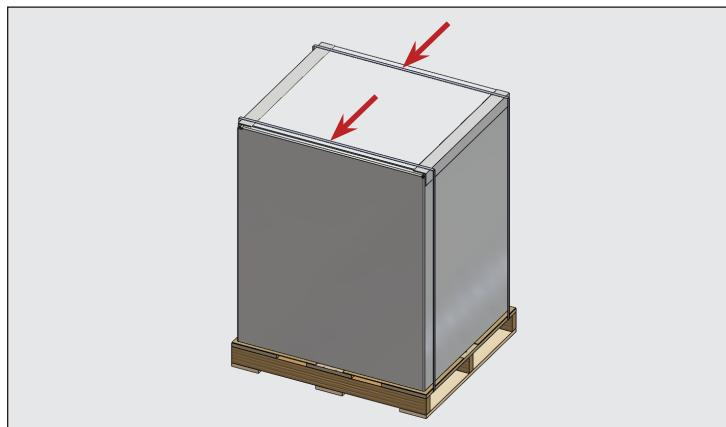

Fig. 1 Contenitore per il ghiaccio impacchettato. Tagliare le cinghie indicate.
2. Tagliare le cinghie. Si veda la Fig. 1